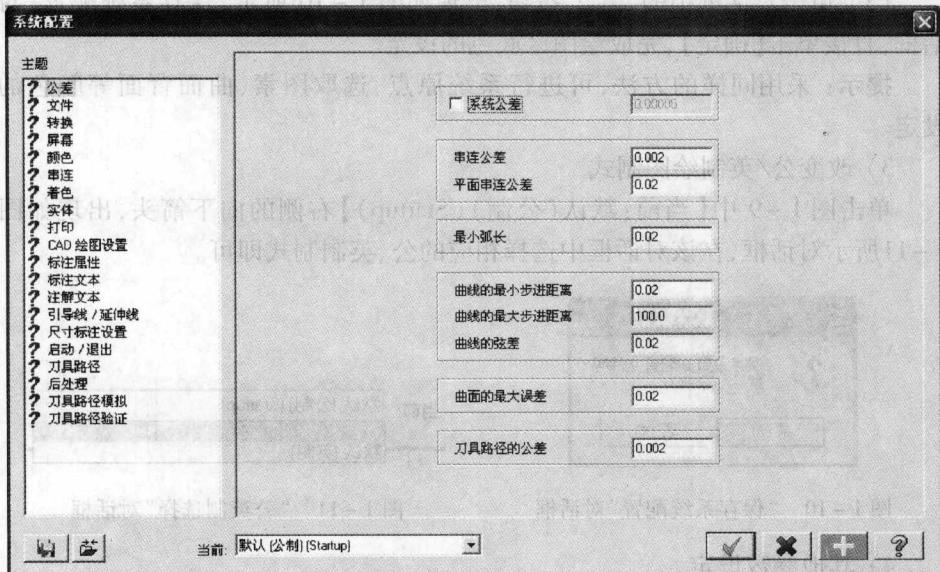

图 1-8 “系统配置”对话框
(1) 单击下拉菜单中的[I 设置]/[C 系统设置...], 弹出如图 1-8 所示“系统配置”对话框。